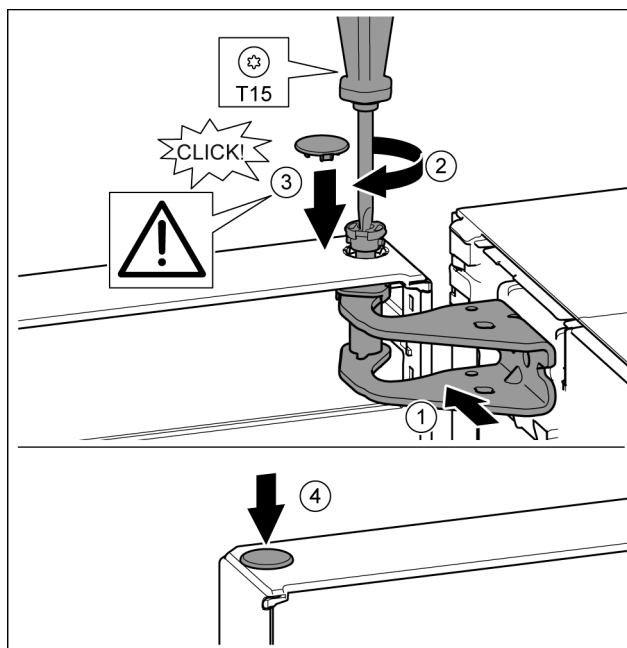

Fig. 20
- Tür auf den unteren Lagerbolzen setzen. Fig. 20 (1)
- Tür oben zur Öffnung im Lagerbock ausrichten. Fig. 20 (1)
- Bolzen einsetzen und mit Schraubendreher T15 festschrauben. Fig. 20 (2)
- Sicherungsabdeckung zur Sicherung der Tür montieren: Sicherungsabdeckung einsetzen und Kontrollieren ob sie auf der Tür aufliegt. Ansonsten Bolzen vollständig einsetzen. Fig. 20 (3)
- Stopfen einsetzen. Fig. 20 (4)